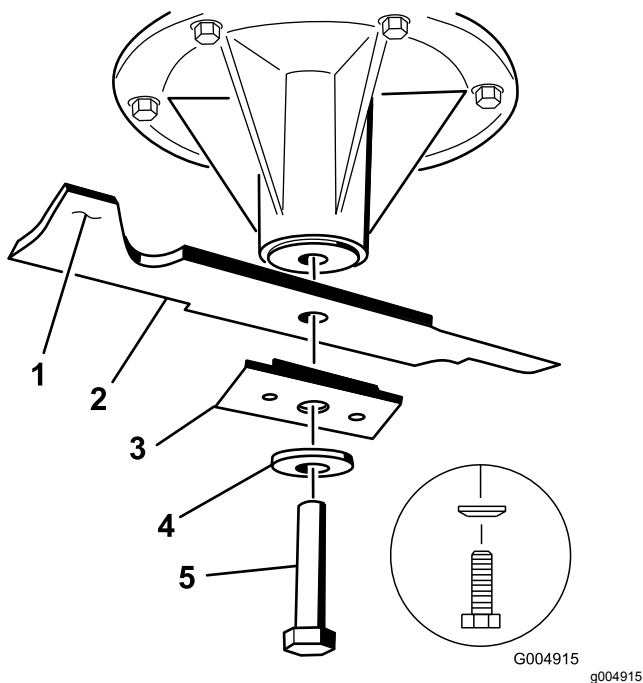

Рисунок 51
2. Выверните болт ножа, снимите со шпинделя изогнутую шайбу, прижим ножа и нож (Рисунок 51).